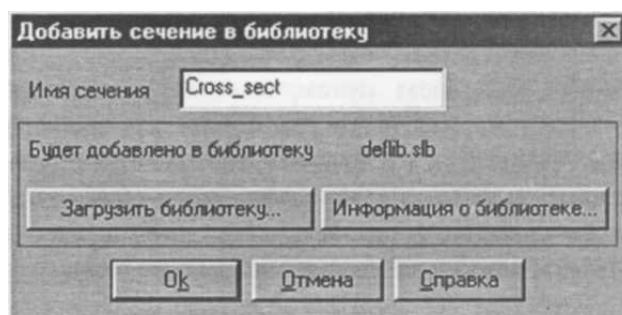

Рисунок 6 – Добавление элементов в библиотеку сечений
1.3. Занесение нового сечения в библиотеку сечений. Созданное поперечное сечение нужно занести в библиотеку сечений. Переходим в соответствующий режим, для чего выбираем в меню **Библиотека** опцию **Добавить в библиотеку**, после чего на экране появляется окно **Добавить сечения в библиотеку** (рисунок 6).